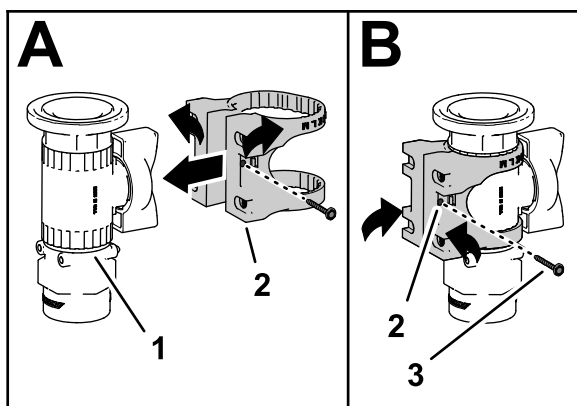

Figura 18
3. Monte el soporte de la válvula en la válvula de cierre, como se muestra en la Figura 18, A.
4. Sujete el soporte de la válvula a la válvula de control con el tornillo con arandela prensada (Nº 6), y apriete el tornillo a mano (Figura 18, B).